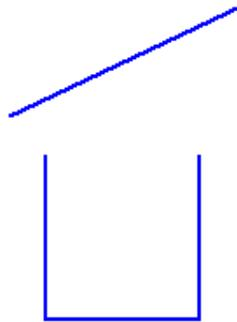

Рисунок 27. Результат построения.
2. Нажмите кнопку *Непрерывный ввод объектов* и постройте квадрат без верхней стороны (с длиной стороны 50 мм), а также отрезок, произвольно размещенный на чертеже (рис. 27).